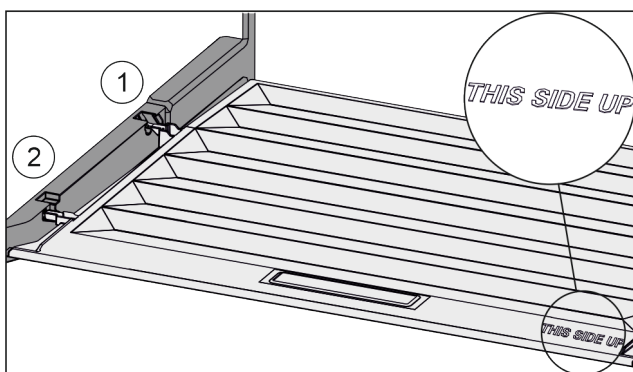

Fig. 60
- ▶ Výstupky víka zaveďte do zadních držáků Fig. 60 (1) a vpředu zaklesněte do držáku Fig. 60 (2).